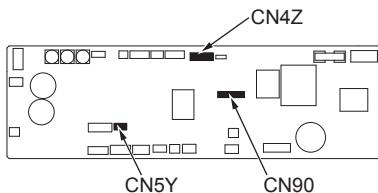
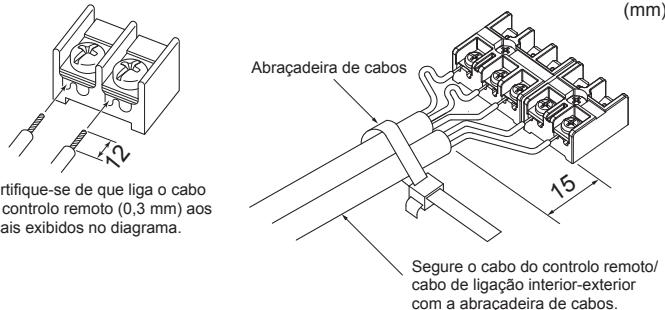

Fig. 4-2
Fig. 4-3
4.1. Unidade interior (Fig. 4-1, Fig. 4-2, Fig. 4-3)